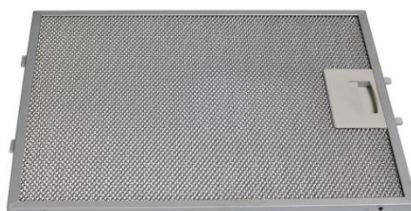

Рис. 2
2. Снимите алюминиевый жирособиравший фильтр (рис. 2).
7. Установите жировулавливающий фильтр (рис. 2).